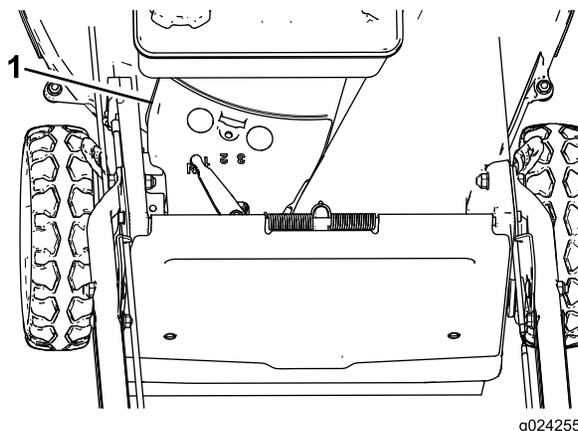

Рисунок 29
- Снимите крышку ремня (Рисунок 29) с корпуса газонокосилки.